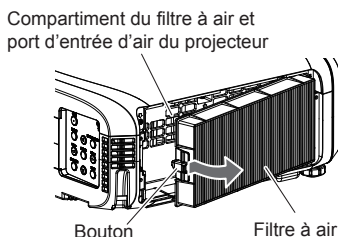

Fig.2
- Sortez le filtre à air des languettes du projecteur tout en appuyant légèrement vers l'intérieur sur le bouton au centre du cadre, sur le côté de la borne de connexion (arrière) comme l'indique la flèche, puis retirez le filtre à air. (Fig. 2)
3) Retirez le filtre à air. (Fig. 2)